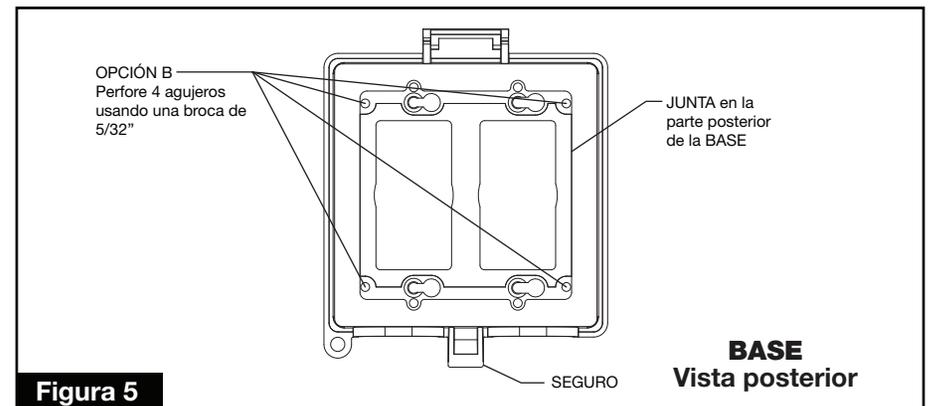

Figura 5
Verifique que el tomacorriente esté centrado y asegurado firmemente a la caja. Perfore los (4) agujeros premarcados en la BASE usando una broca de 5/32" de diámetro (Figura 5). Presione los pines del adaptador dentro del tomacorriente o interruptor (Figuras 3 y 4). Asegúrese de que la junta recubra los bordes de la caja. Inserte los tornillos suministrados (4) y apriete para asegurar la BASE. Vea los pasos 6 y 7.